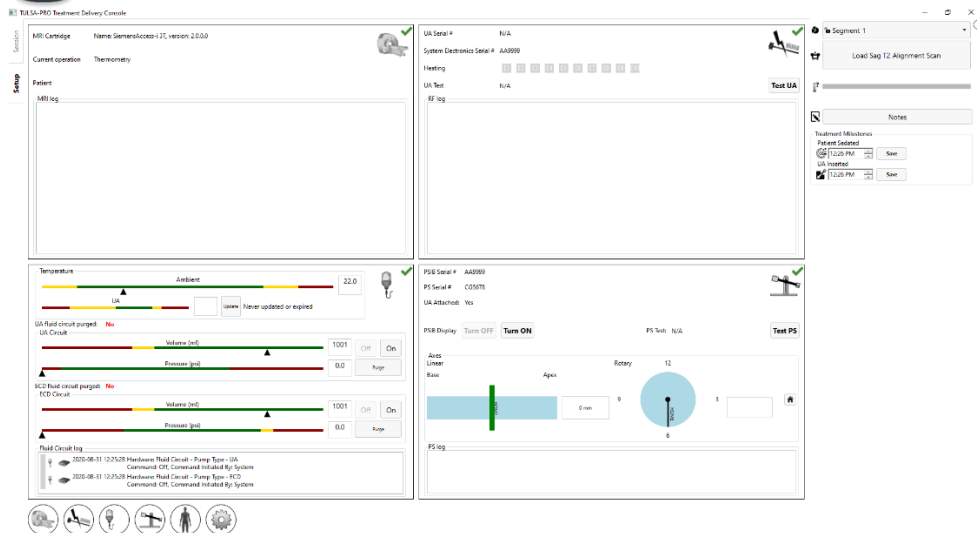
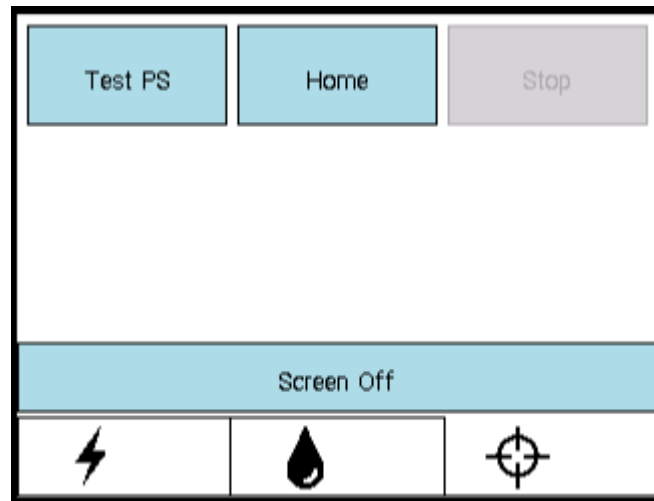
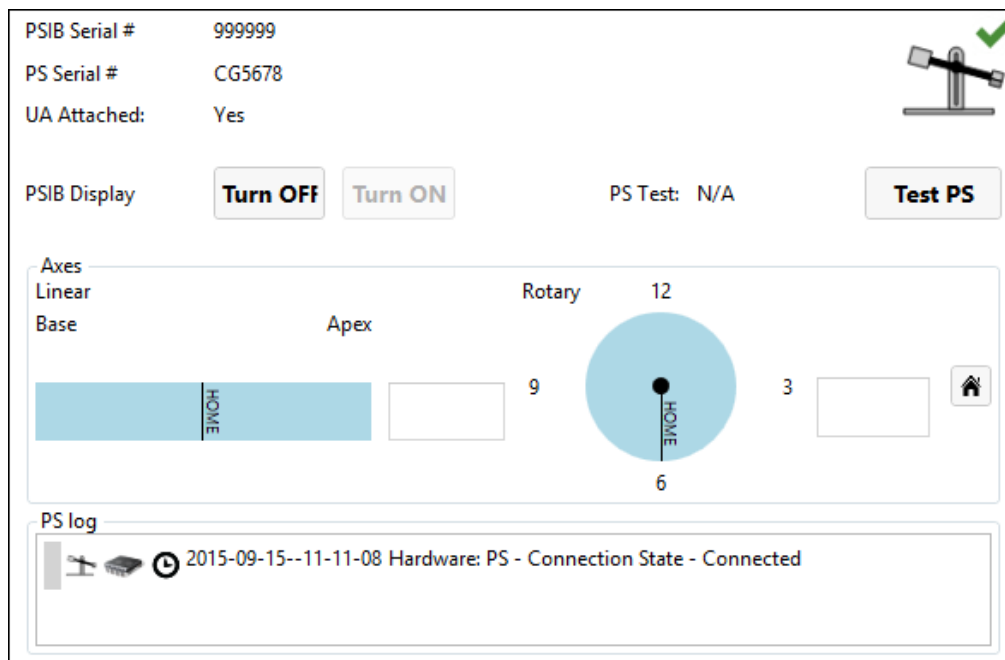

Bild 8: Arbetsytan Setup (inställningar) på behandlingskonsolen
Bild 22: Skärm för positioneringssystemets gränssnittsbox – fliken PS (positioneringssystem)
Bild 23: Informationsruta om positioneringssystemet på arbetsytan Setup (inställningar)
2. När du har valt **New Session** (ny session) öppnas arbetsytan **Setup** (inställningar) (Bild 8) där du kan kontrollera att all utrustning fungerar som den ska innan du fortsätter. En grön bock visas i MR-skärmområdet på arbetsytan Setup (inställningar) om behandlingskonsolens dator och MR-värddatorn kan kommunicera med varandra och en patient för närvarande är öppen med TULSA-PRO ExamCard på MR-konsolen.
2. På skärmen för positioneringssystemets gränssnittsbox klickar du på **Test PS** (testa positioneringssystem) (Bild 22). (Detta kan även göras från arbetsytan *Setup* (inställningar) på behandlingskonsolen (Bild 8) i informationsrutan om positioneringssystemet i det nedre högra skärmområdet (Bild 23).)